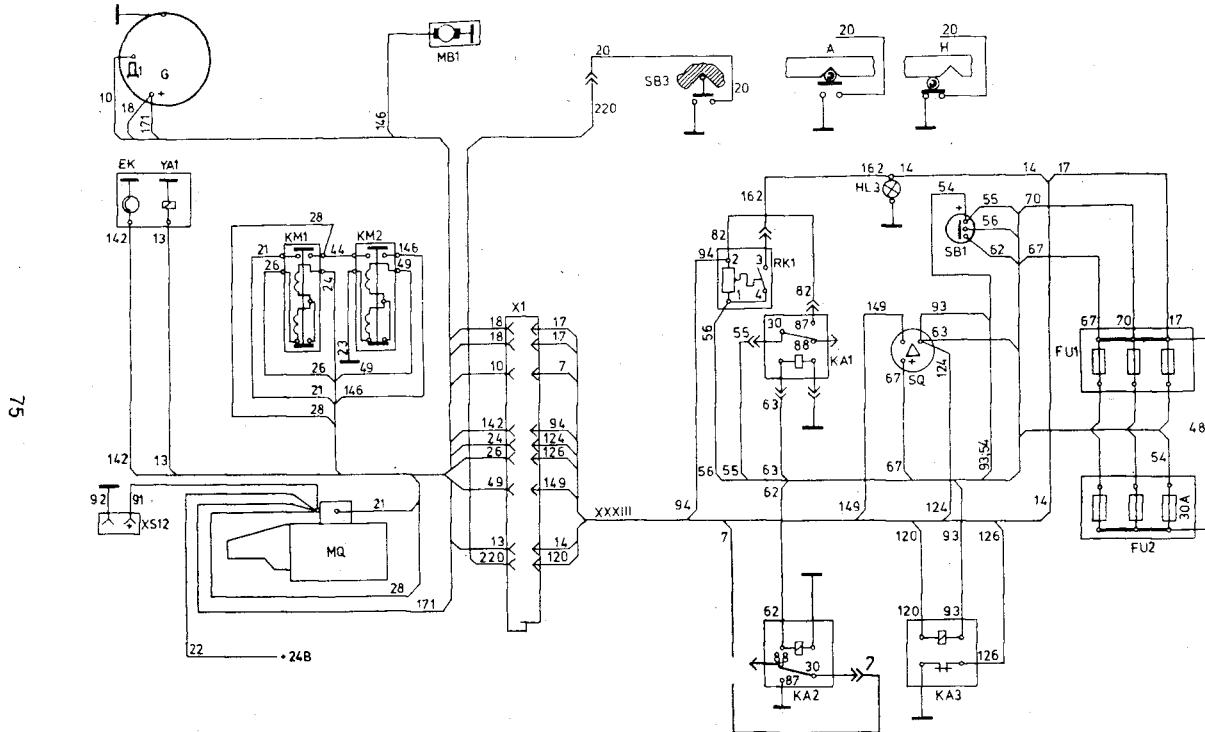

Рис. 44. Схема электрооборудования системы электростартерного пуска дизеля
На рис. 42, 43 приведены общие электрические схемы, а на рис. 44, 45, 46 приведены электрические схемы отдельных систем.
**Система электростартерного пуска дизеля** (рис. 44) состоит из стартера MQ с выключателем SQ, электрофакельного устройства (ЭФУ), контакторов KM1 и KM2, реле блокировки KA3 и соединительных проводов.